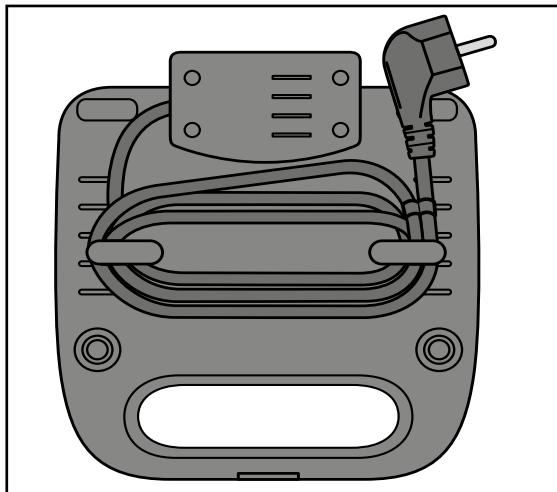

Abb. 1
- Wickeln Sie das Kabel um die Kabelhalterungen der Kabelaufwicklung ⑬ an der Rückseite des Gerätes. Fixieren Sie das Kabel mit dem Kabelclip (siehe Abb. 1):